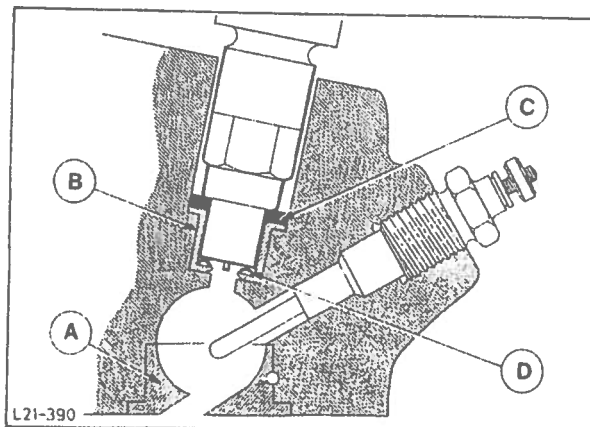

Fig. 6 Innsprøytningsdyse i topplokket.
7. Monter en ny tetningsring og en ny varmebeskyttelsesplate med den bøyde siden oppover, fig. 6 og trekk til innsprøytningsdysene med riktig moment (se Tekniske data).